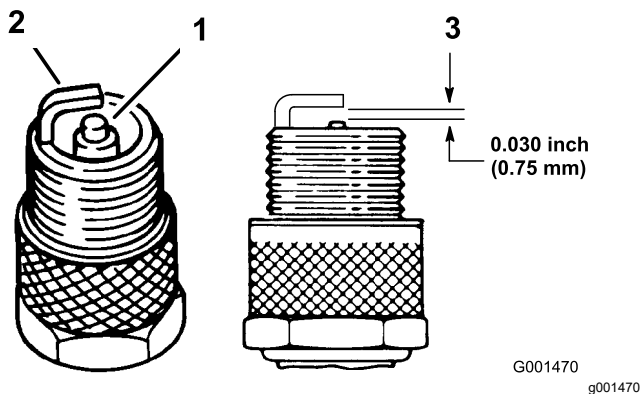

Figura 27
1. Mire la parte central de las bujías (Figura 27). Si se observa un color gris o marrón claro en el aislante, el motor está funcionando correctamente. Si el aislante tiene un recubrimiento negro, significa que el limpiador de aire está sucio.
2. Compruebe la separación entre los electrodos central y lateral (Figura 27). Si la distancia no es correcta, doble el electrodo lateral.